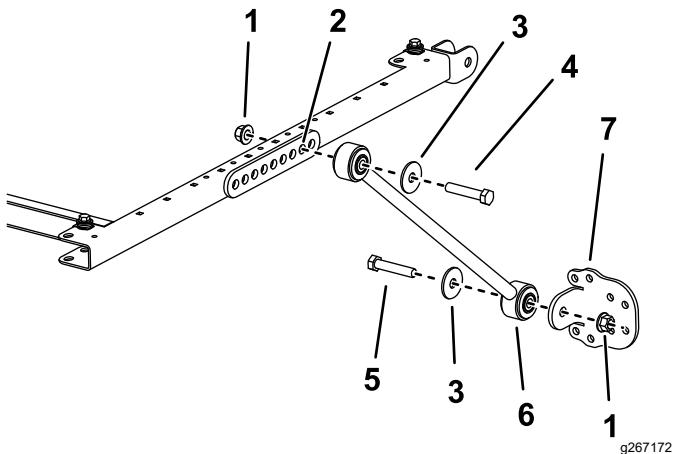

Figura 5
5. Em cada lado da estrutura do toldo, monte sem apertar completamente uma cinta no segundo furo da montagem da cinta usando um parafuso ($1\frac{1}{2}$ pol. x $2\frac{3}{4}$ pol.), anilha ($1\frac{1}{2}$ pol.) e porca flangeada ($1\frac{1}{2}$ pol.), como se mostra na Figura 5.
6. Instale sem apertar completamente um suporte de cinta em cada cinta usando um parafuso (½ pol. x 2½ pol.), anilha (½ pol.) e uma porca flangeada (½ pol.), como se mostra na **Figura 5**.